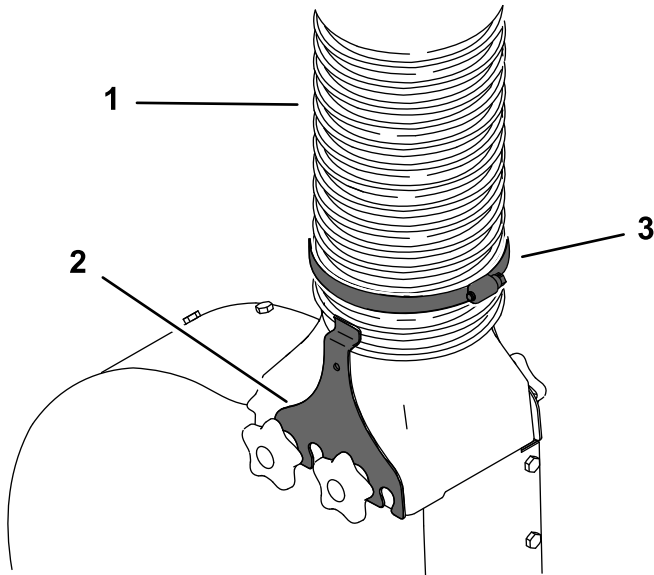

Figure 1
1. Desserrez le collier du flexible et les pattes de maintien du ventilateur, et déposez le flexible du ventilateur (Figure 1).